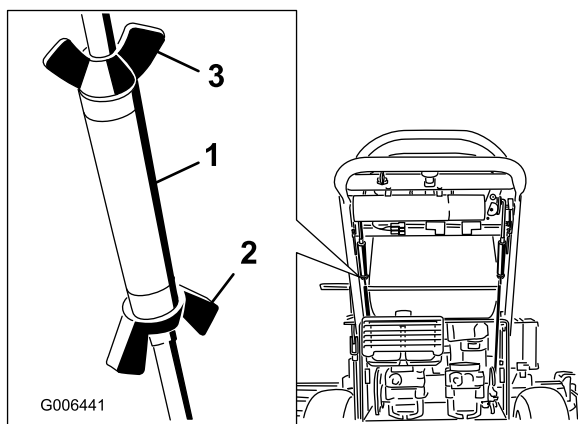

Figure 31
3. Desserrez les écrous à oreilles sur la tige de commande droite et tournez le tendeur dans un sens ou dans l'autre pour que le levier de commande droit soit centré en position de verrouillage au point mort. Fixez le tendeur en position avec les écrous à oreilles (Figure 31).
4. Desserrez les écrous à oreilles sur la tige de commande gauche et tournez le tendeur dans un sens ou dans l'autre pour changer la correction directionnelle. Fixez le tendeur en position avec les écrous à oreilles (Figure 31).